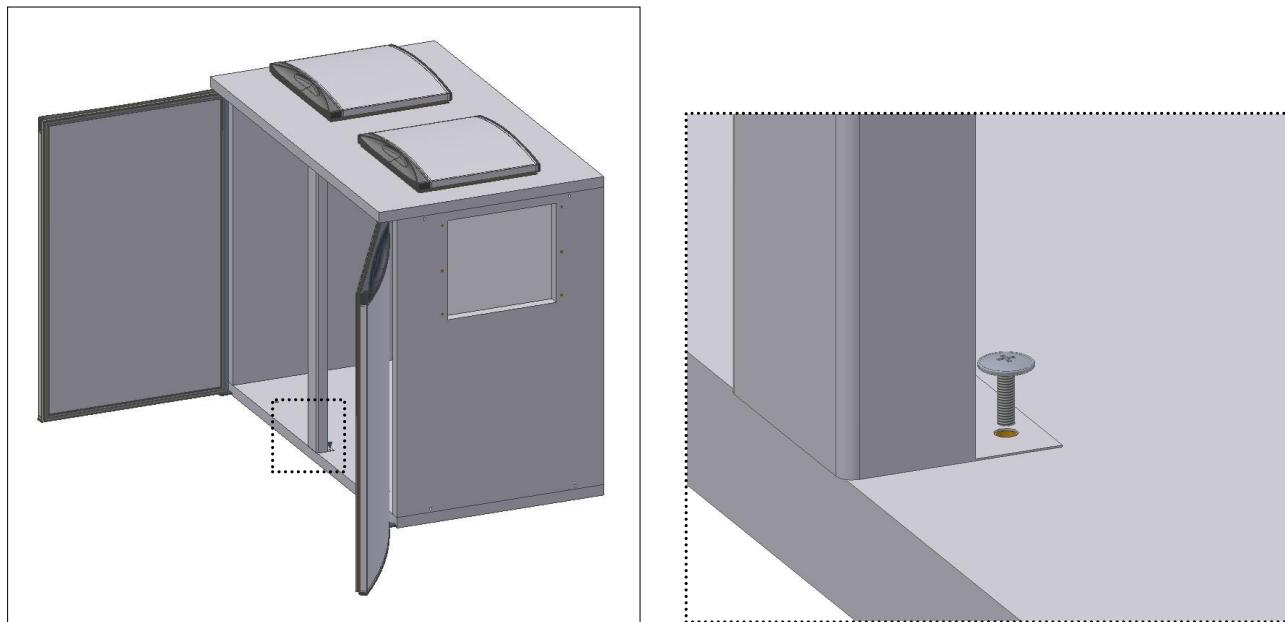

Fig. 10
- Fissare **il pilastro** al pannello del piano ed al fondo (Fig.10);